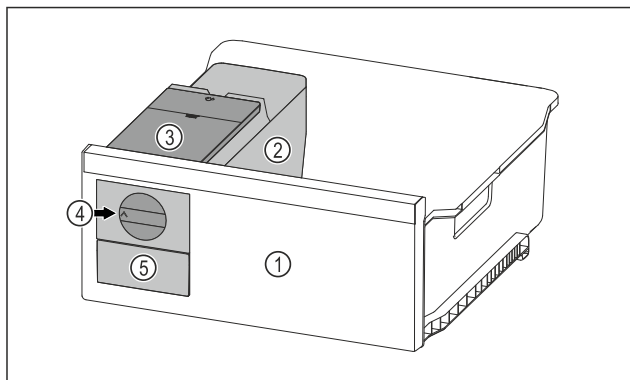

Fig. 122 Vejledende illustration
- Drej drejeknappen Fig. 122 (4) med uret indtil anslaget.
- Isterninger falder ud af isterningebakken og ned i isterningskuffen Fig. 122 (5).